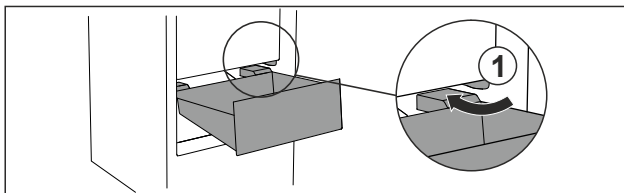

Fig. 87
- ▶ Prevedte zásuvku šikmo okolo zarážok Fig. 87 (1).